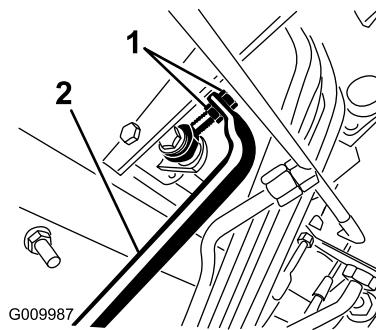

图 67
- 调节泵杆端的锁紧螺母向前移动泵控制管防止前进向后移动泵控制管防止后退 (图 67)。